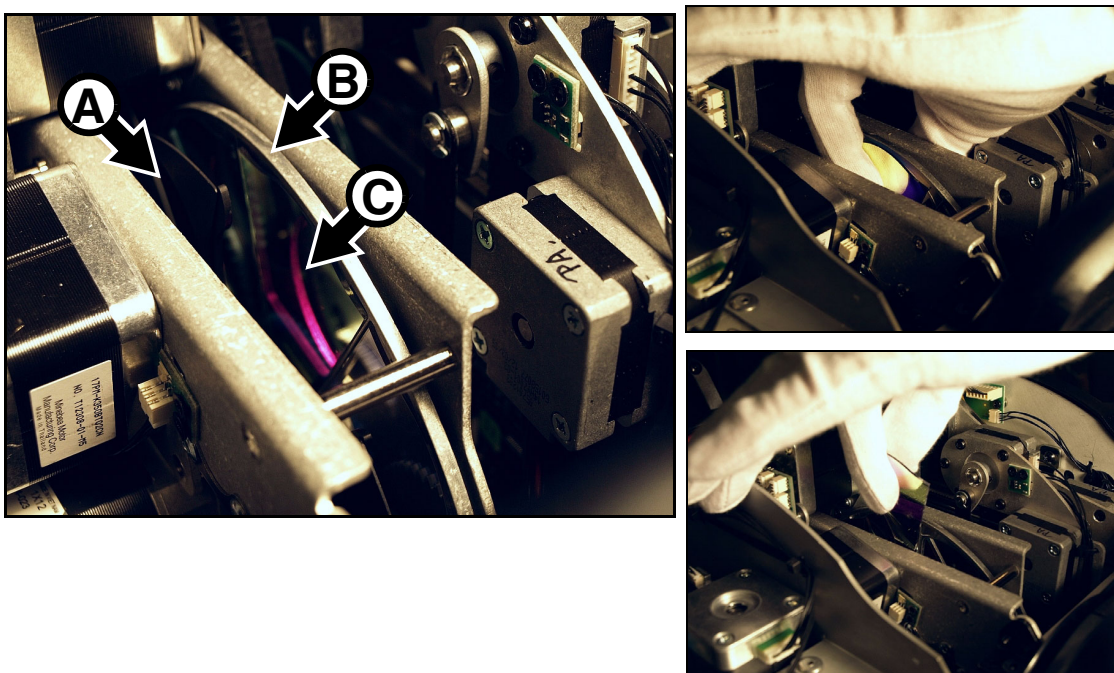

Figure 22: Retrait d'un filtre de couleur
3. Voir Figure 22. Démontez un des gobos de la roue de gauche **A** comme décrit dans la section "Remplacement des gobos tournants" en page 24 (Assurez-vous de bien garder l'alignement de l'aimant avec un point de référence) : vous avez ainsi accès aux deux côtés de la roue de couleur **B**.